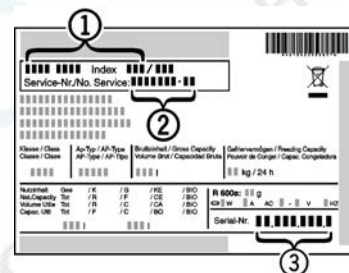

Fig. 18
- ▶ Наименование устройства Fig. 18 (1), сервисный № Fig. 18 (2) и серийный № Fig. 18 (3) считайте с заводской таблички. Заводская табличка находится внутри устройства слева.
- ▶ Обратитесь в сервисную службу и сообщите вид неисправности, наименование устройства Fig. 18 (1), сервисный № Fig. 18 (2) и серийный № Fig. 18 (3). Это позволит выполнить быстрое и целенаправленное обслуживание.